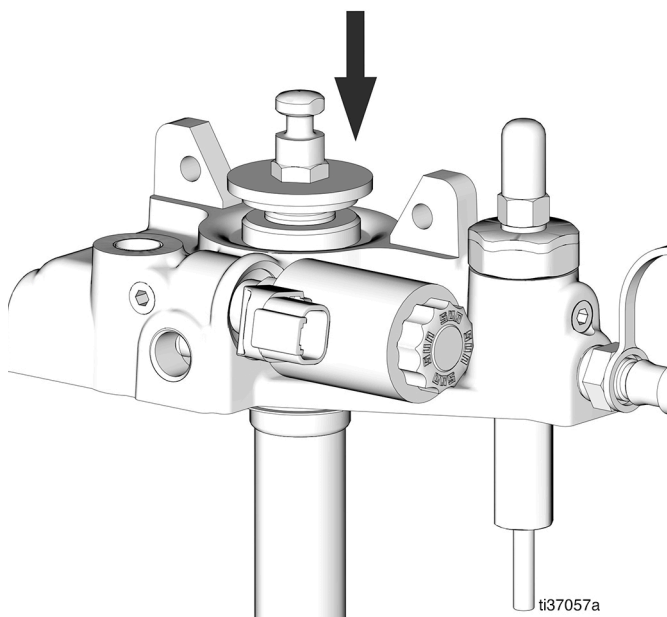
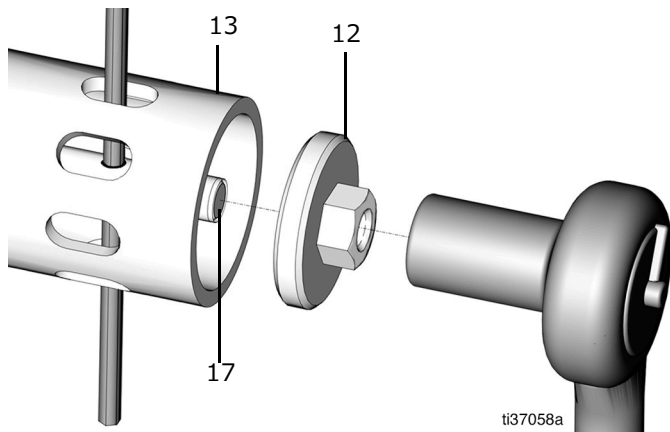

図 36
図 37
15. シャベルロッドの端にあるクロスホールへアクセスできるようにするために、ポンプロッド (27) の端を押してください (図 36 と図 37)。
16. シャベルチューブ (13) のスロットに六角レンチか類似のツールを通し、露出しているクロスホールに通し、シャベルロッド (17) を安定した状態に保てるようにします (図 37)。
17. 10 mm ソケットレンチでシャベルピストン (12) を緩めて、取り外します (図 37)。